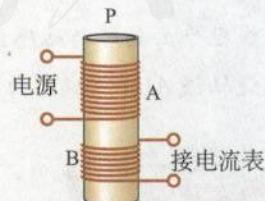

图4.2-13 哪种情况可在线圈B中观察到感应电流?
6. 某实验装置如图4.2-13所示, 在铁芯P上绕着两个线圈A和B, 如果线圈A中电流*i*